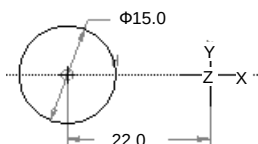

图 4.2.10 第二个截面
(3) 创建第二个截面。在系统 为截面2 输入 y_axis 旋转角 (范围: 0 - 120) 的提示下，输入角度值 90.0 后按回车键；绘制图 4.2.10 所示的截面图形（需先创建坐标系），完成绘制后，单击“确定”按钮 确定 。